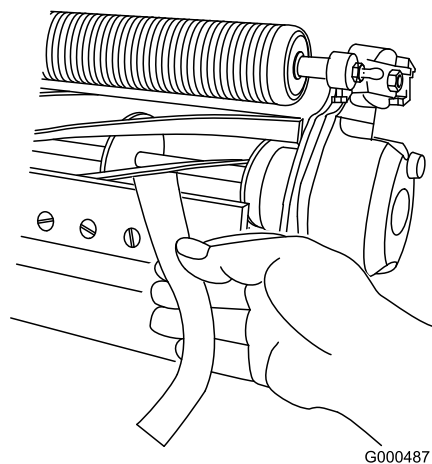

Figura 13
10. Pruebe el rendimiento de corte insertando una tira larga de papel de prueba del rendimiento de corte (Pieza Toro N° 125-5610) entre el molinete y la contracuchilla, perpendicular a la contracuchilla (**Figura 13**). Gire el molinete **lentamente** hacia adelante; debe cortar el papel.